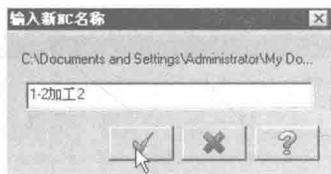
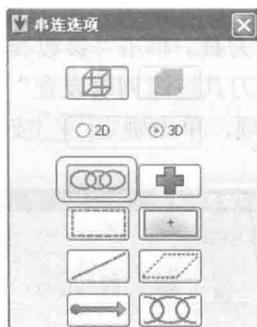
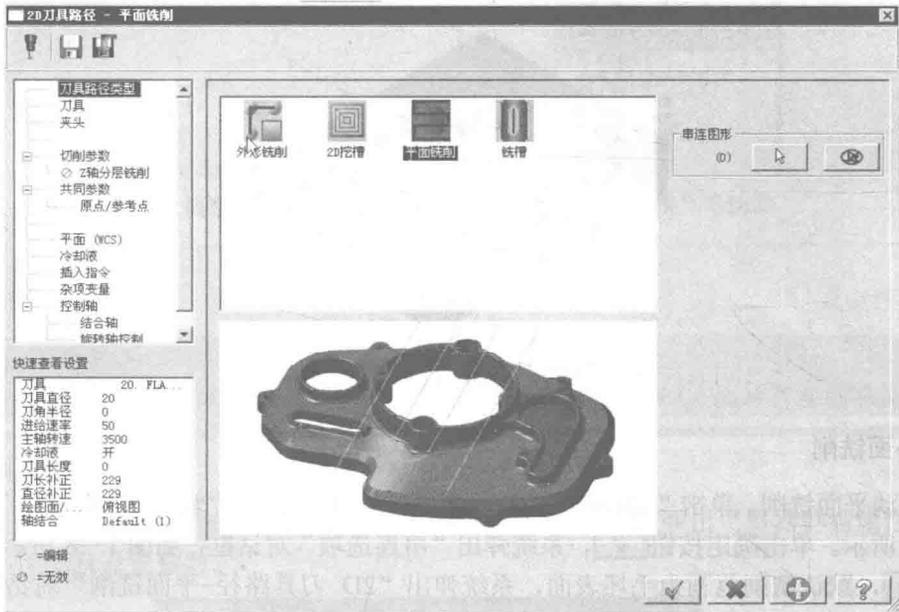

图 1-27 “输入新 NC 名称”对话框
图 1-28 “串连选项”对话框
图 1-29 “2D 刀具路径-平面铣削”对话框
1) 启动平面铣削。单击“刀具路径”—“平面铣”，系统弹出“输入新 NC 名称”对话框，如图 1-27 所示。单击确定按钮 ，系统弹出“串连选项”对话框，如图 1-28 所示，单击确定按钮 ，默认铣削范围为毛坯表面，系统弹出“2D 刀具路径-平面铣削”对话框，如图 1-29 所示。